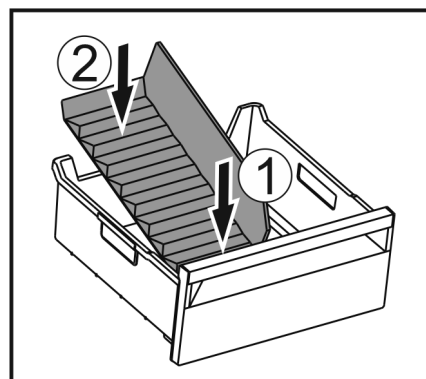

Fig. 142
- ▶ Vorderen Teil des Eisfach-Trenners einsetzen. Fig. 142 (1)
- ▶ Hinteren Teil des Eisfach-Trenners bis zum Schubfachboden absenken. Fig. 142 (2)